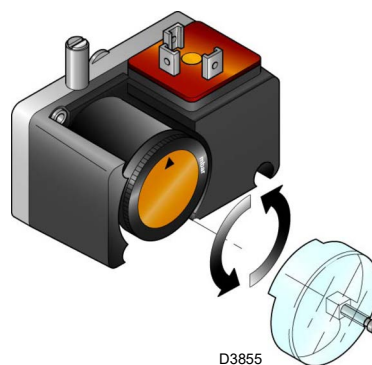

Fig. 31
- Régler le pressostat gaz minimum (Fig. 31 à la page 32) en début d'échelle.
Effectuer le réglage du pressostat gaz seuil minimum (Fig. 31) après avoir réglé le brûleur, les vannes de gaz et le stabilisateur de rampe.